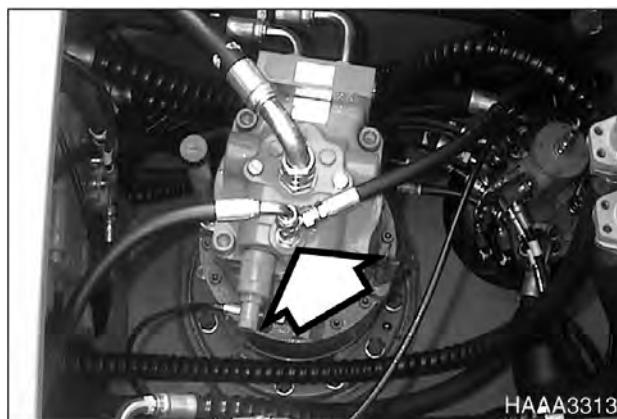

Рис. 90
2. Отсоединить сливной шланг (рис. 90) и заполнить картер двигателя механизма поворота гидравлическим маслом.